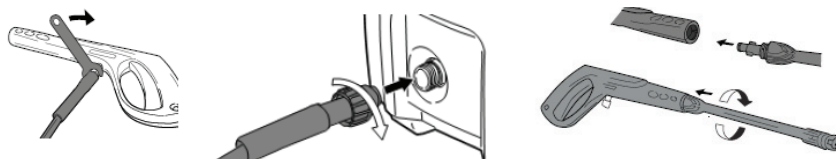

рис. 2
7.1 Подключите шланг высокого давления (рис. 1 поз. 6) к выходному отверстию, расположенному на корпусе электрической мойки сзади. Подключите пистолет (рис. 1 поз. 2) к шлангу высокого давления. Установите насадку (рис. 1 поз. 5) на пистолет. (рис.2)